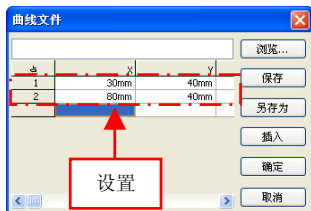

图 7-32 设置参数值
(3) 弹出【曲线文件】对话框，在 X、Y、Z 下方的文本框中输入曲线坐标点的参数，如图 7-32 所示。